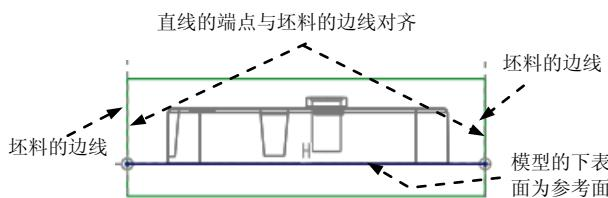
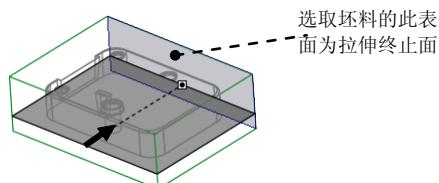

图 20.29 截面草图
图 20.30 选取拉伸终止面
(4) 绘制截面草图。选取图 20.29 所示的坯料的边线和模型的下表面为草绘参考; 绘制如该图所示的截面草图 (截面草图为一条线段); 完成截面的绘制后, 单击“草绘”操控板中的“确定”按钮 **✓**。
(5) 设置深度选项。
- ① 在操控板中选取深度类型 **到选定的** (到选定的)。
- ② 将模型调整到图 20.30 所示的视图方向, 选取图中所示的坯料表面 (虚线所指的面) 为拉伸终止面。